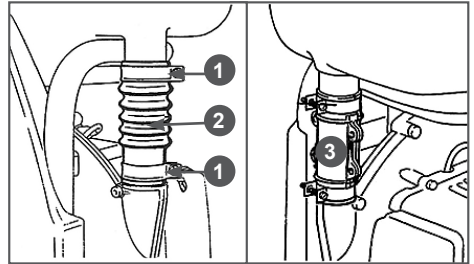

Рис. 12 Замена гибкого шланга подачи воздуха на кожух
5. Ослабьте крепления хомутов 1 (Рис. 12) на гибком шланге 2 подачи воздуха в бак (хомуты будут снова использоваться) и удалите гибкий шланг подачи воздуха. Соедините вместе две половины кожуха 3 и прикрепите их к баку и к корпусу вентилятора хомутами 1.